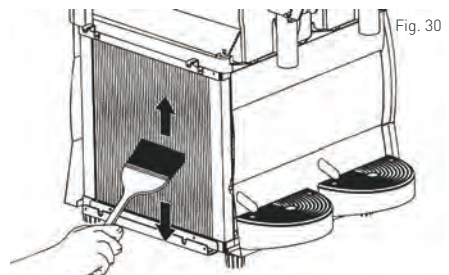

Fig. 30
- 4) Gebruik een droge borstel (niet meegeleverd) om het stof dat zich in de loop der tijd tijdens het gebruik heeft verzameld te verwijderen. (Zie Fig. 30)